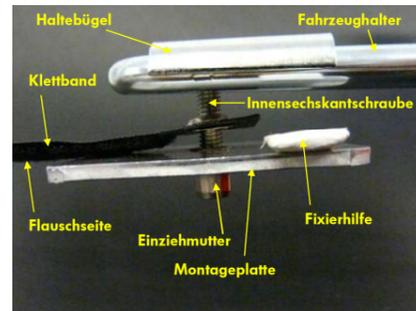

Bild 9
10. Befestigen Sie die Montagefixierhilfe an der Montagegrundplatte (siehe Seite 4 Bild 9). Setzen Sie die Montagegrundplatte hinter die längs geschlitzte, senkrechte Strebe (siehe Bild 8 rotes Rechteck), sodass die Gewindehülse der Montagegrundplatte Richtung Außenhaut des Fahrzeugs zeigt.
13. Setzen Sie die 2 Innensechskantschrauben 6 x 30 mm durch die Haltebügel (oberer Haltebügel Lochung nach oben, unterer Haltebügel Lochung nach unten) und schieben Sie den Klettbandrücklaufverschluss (Flaschband nach hinten, vom Haltebügel wegzeigend) mit der Öse über die Schraube des unteren Haltebügels. (Seite 4 Bild 9 und 10)